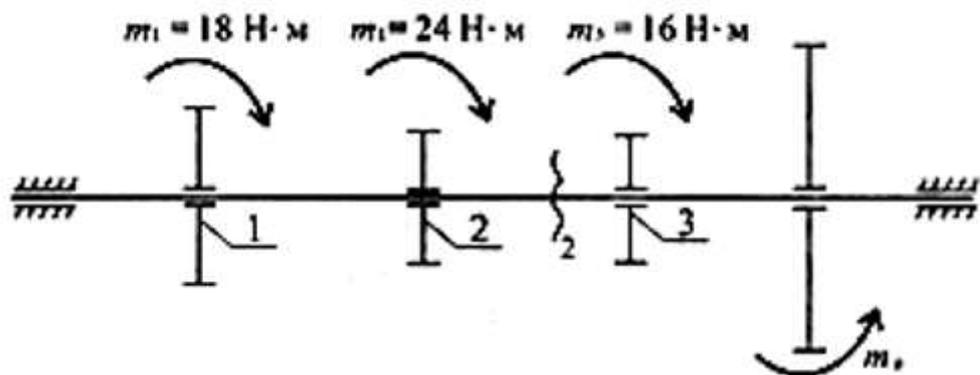

Рисунок 2 — Схема вала
1. Определите крутящий момент в сечении 2-2 (рисунок 2).
2. В каком порядке рациональнее расположить шкивы, чтобы получить минимальную нагрузку на вал? Использовать схему рисунок 2.